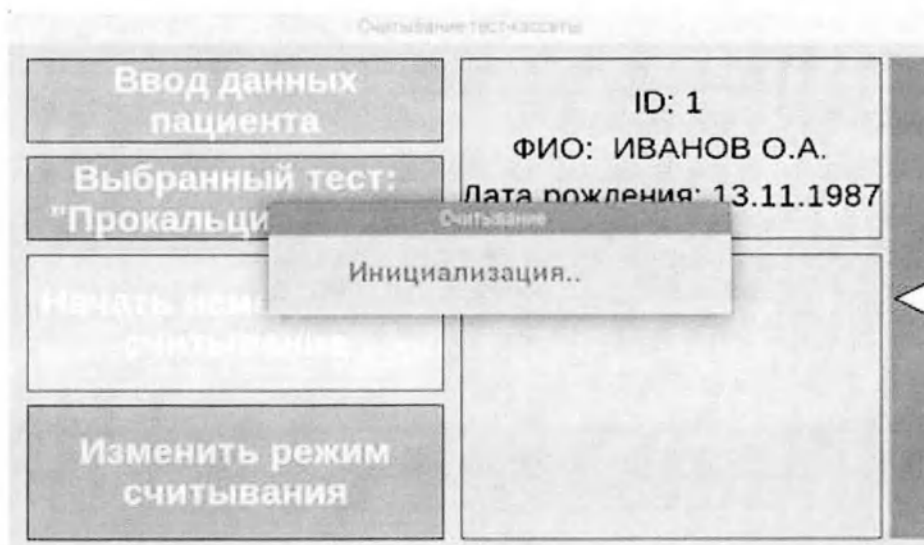

Рисунок 20. Отображение окна с информацией о ходе считывания.
- 2) нажмите **Начать немедленное считывание**. На экране отобразится окно с информацией о ходе считывания (рисунок 20).